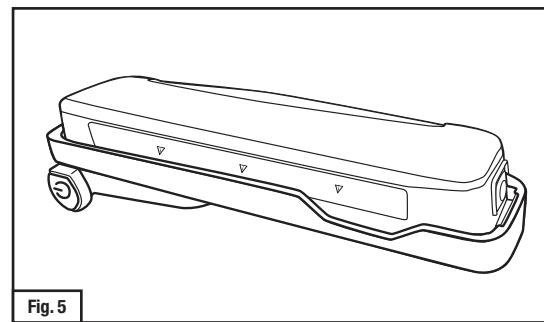

Fig. 5
3. Empuje la batería TR-630 de modo que quede bien asentada en el adaptador y la lengüeta de liberación color azul en la batería haga clic (Fig. 5).